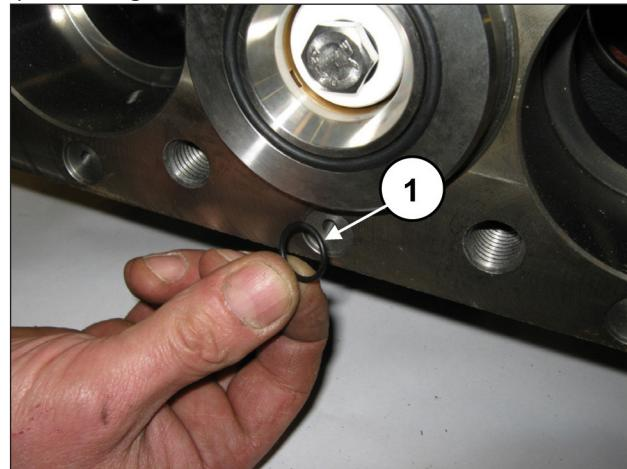

Fig. 163
Aplicar las 6 juntas tóricas frontales del cárter de la bomba (pos. ①, Fig. 163).